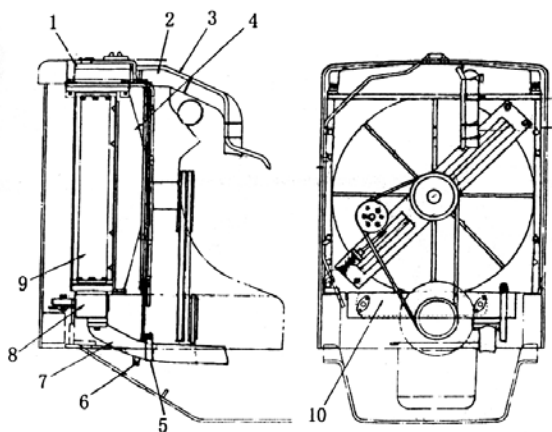

Рис. 5-5.
5.1.5 Сборка радиатора (рис. 5-5)